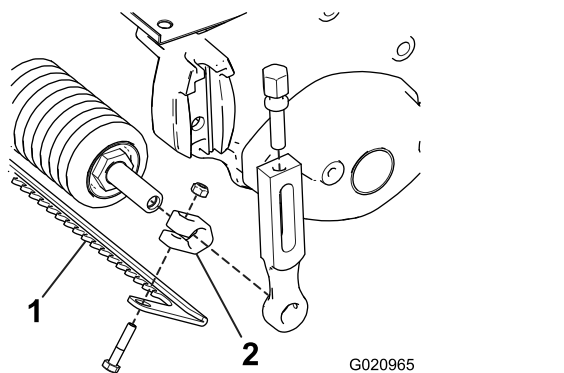

Figura 2
5. Montate il raschiarullo senza serrare su ogni morsetto con un bullone e un dado (Figura 2). Non serrate.
1. Inserite un morsetto dell'albero su ciascuna estremità dell'albero del rullo (Figura 2).
4. Posizionate il raschiarullo tra il rullo anteriore e l'apparato di taglio come mostrato nella Figura 2.